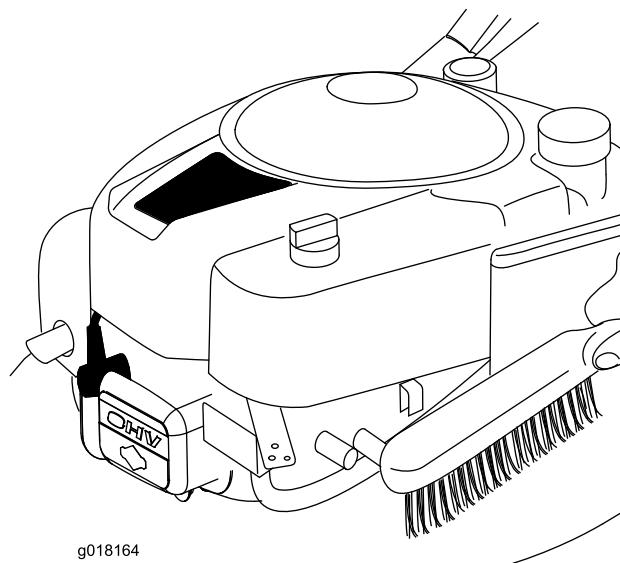

Figura 27
- Limpie cualquier resto de hierba o suciedad acumulado en el motor, el tubo de escape, el protector del tubo de escape, las vías de admisión de aire de la cubierta superior del motor y las zonas circundantes de la carcasa, con un cepillo o con aire comprimido (Figura 27).